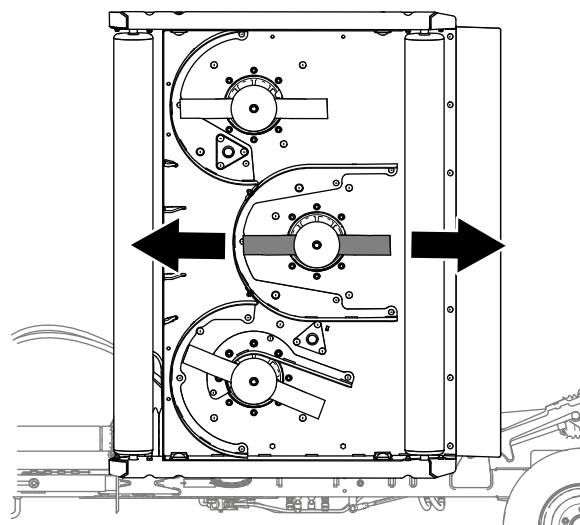

Figura 78
1. Per ciascun piatto di taglio di cui si regola il passo, allineate la lama centrale del tosaerba illustrata nella Figura 78.